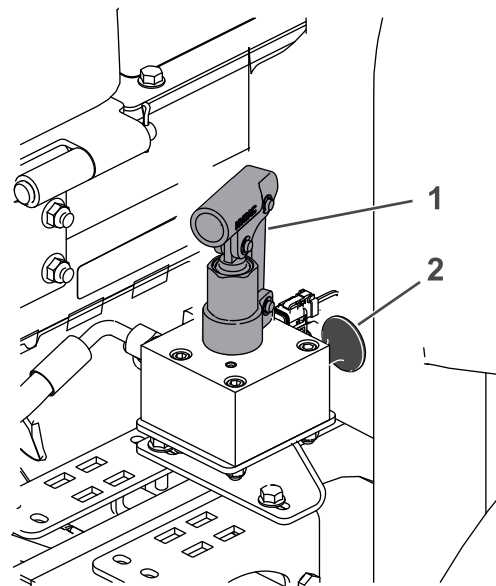

Figura 63
4. Localice el distribuidor de liberación del freno cerca de la rueda delantera derecha y detrás del depósito hidráulico (Figura 63).